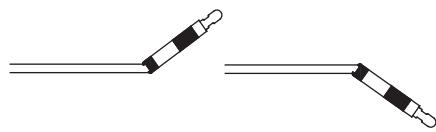

Figura 6
2. Successivamente, raddrizzare lo spingitore, continuando a piegare e a raddrizzare finché el tubo dello spingitore no se abre, exponiendo el elemento de rilascio (Figura 6).